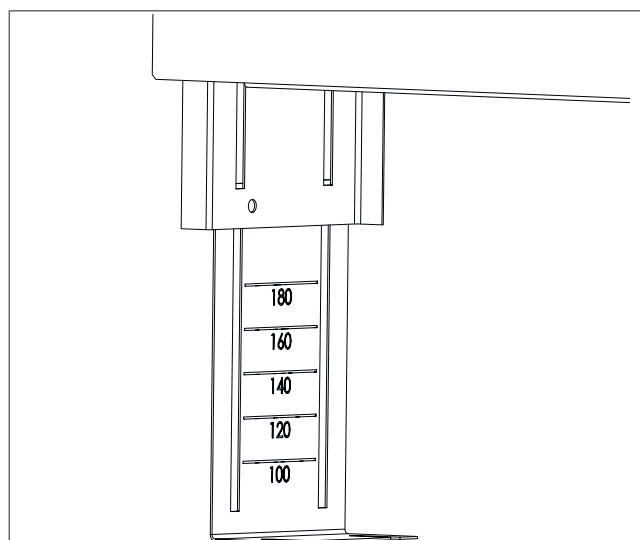

Fig. 7: Marquage de la hauteur
2. Ajuster les pieds du coffret pour pose en applique à la hauteur souhaitée. Respecter la hauteur de la chape lors de l'ajustage des pieds. La surface de la chape devrait se situer au moins 1 cm au-dessus du bord inférieur du cache pour chape. Un marquage de la hauteur apparaît en extrayant les pieds (voir Fig. 7 en page 30). Les dimensions indiquent la distance entre le plancher et le bord inférieur du cache pour chape. Ajuster les pieds en desserrant les écrous papillons et les fixer en serrant les écrous papillons.